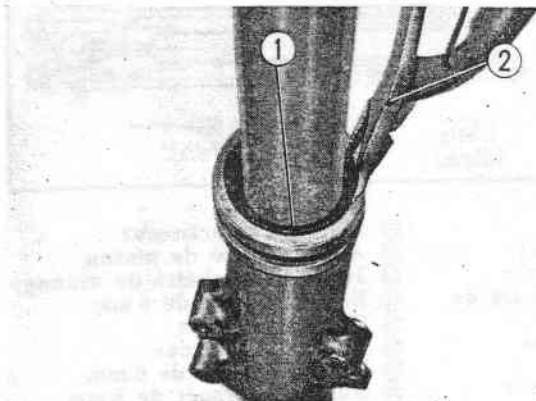

Fig. 11-13 ① Circlips intérieur
② Pince
4. Démontez la fourche en retirant le circlips intérieur à l'aide d'une pince à circlips et séparez le tube de fourche du tube enveloppe. (Fig. 11-13)